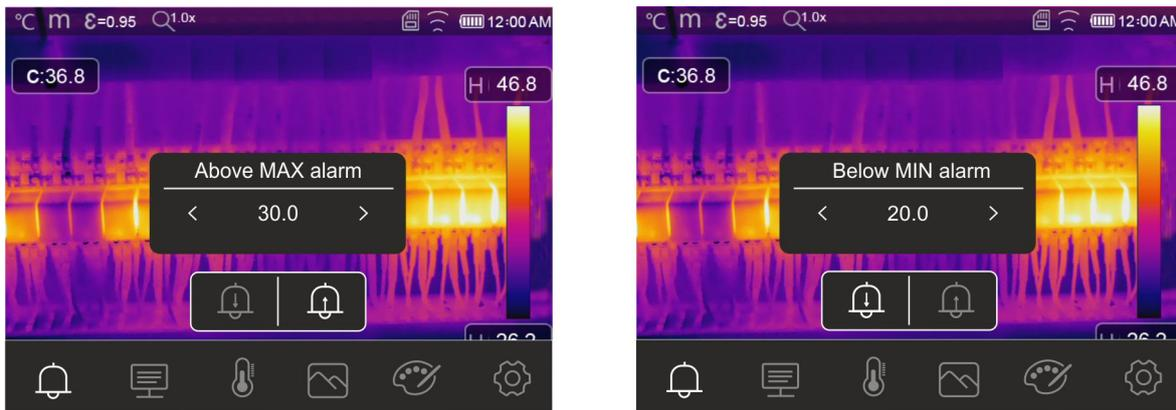

Fig. 44: Configuração de limites de alarmes
3. Clique no símbolo "🔔" para definir o valor do limite superior associado ao alarme. A imagem da Fig. 44 - lado esquerdo é mostrada no dispositivo
5. Clique no símbolo "🔔" para definir o valor limite inferior associado ao alarme. A imagem da Fig. 44 - lado direito é mostrada no dispositivo